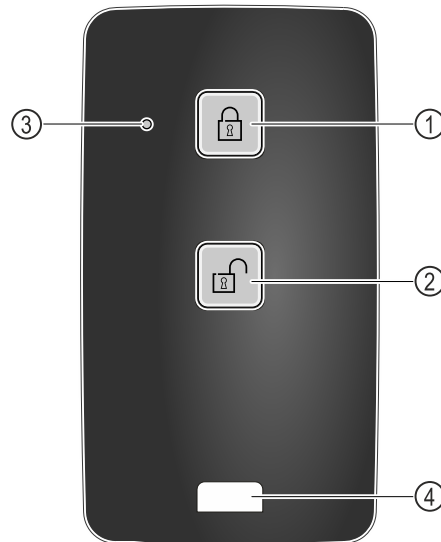

Fig. 147
- ▶ Taste Fig. 147 (1) auf der Fernbedienung drücken.
- ▶ Taste Fig. 147 (2) auf der Fernbedienung drücken.
- ▶ Status-LED Fig. 147 (3) gibt bei Tastendruck eine optische Rückmeldung.
- ▶ Öse Fig. 147 (4) zur Befestigung der Fernbedienung, zum Beispiel an einem Schlüsselbund.